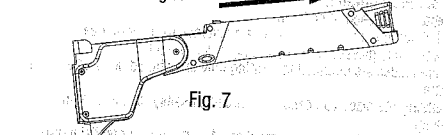

Fig. 7
1. Extienda la hoja. Mantenga presión hacia adelante en el botón de extensión de la hoja y aplíquela la punta de la hoja al material que quiere cortar. Mueva el mango de la clavadora como se muestra en la fig. 7.